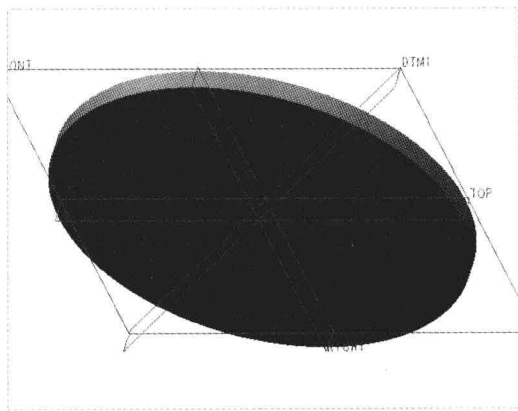

图 14-47 新建平面
Step 04 按【Enter】键确认,单击“确定”按钮,即可新建一个名为 DTM1 的平面,如图 14-47 所示。